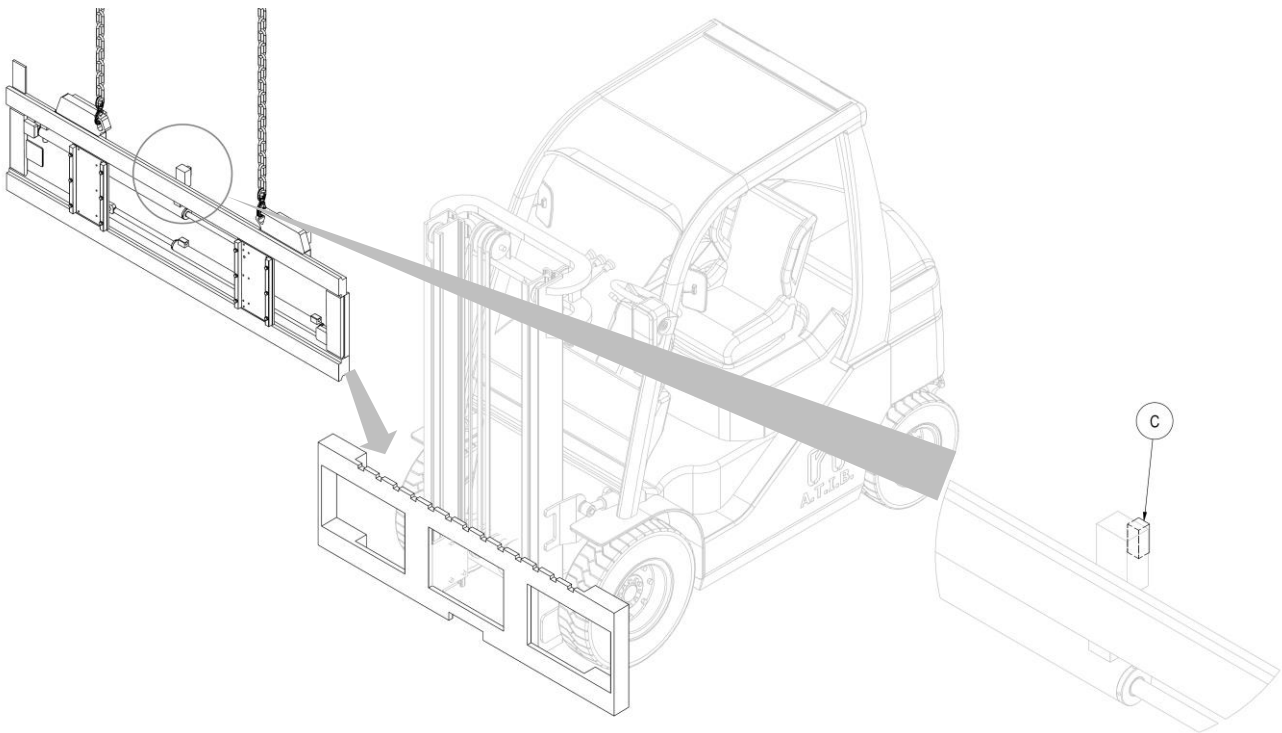

Figura 4
6. Enganche el equipo desde el punto de agarre superior y colóquelo en la placa porta horquillas, teniendo cuidado de encajar el diente de centrado **C** en la muesca central de la placa (mira *Figura 4*).